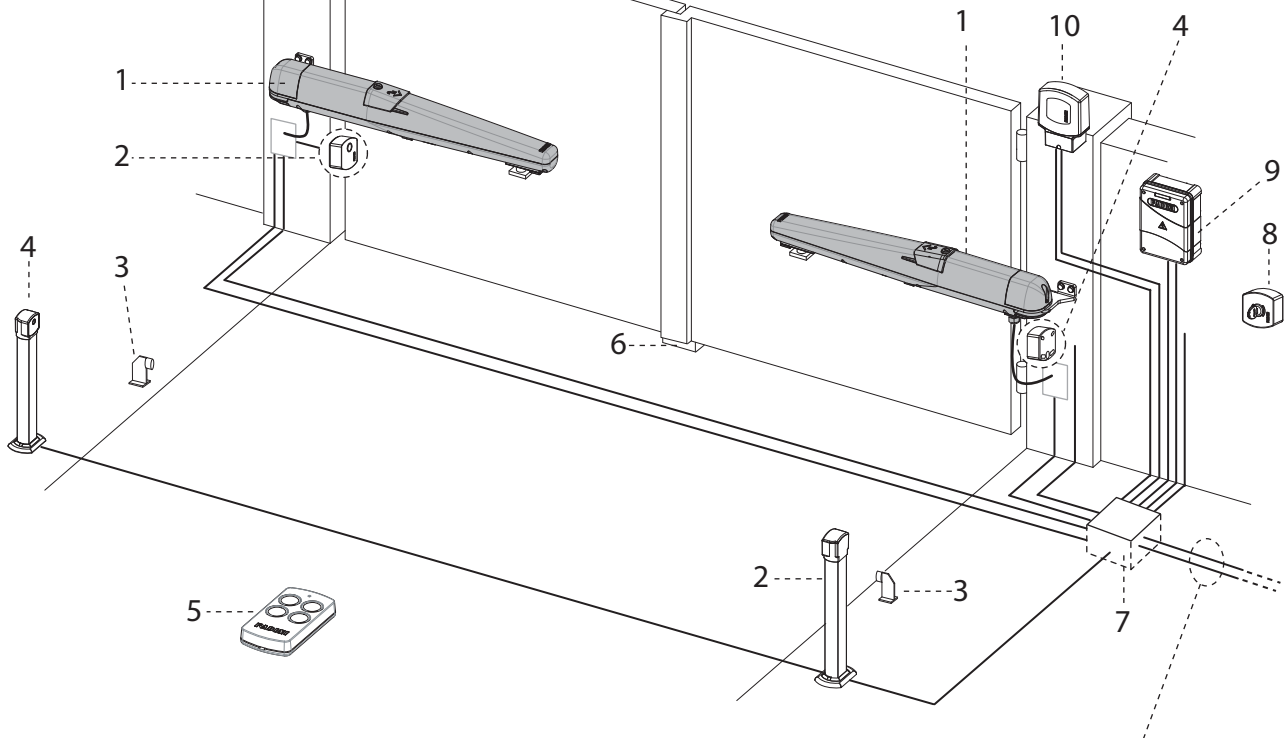

Abb. 3
**HINWEIS:** Die Dardo Antriebe sind alle gleich, dh. geeignet sowohl für die rechten als auch für die linke Installation: Gemäß ihren jeweiligen Verbindungen an die Elpro 43 Steuerung werden sie als Dardo M1 (erstes Tor zum Öffnen und Fußgängerbetrieb) und Dardo M2 (Tor verzögert beim Öffnen) identifiziert (Abb. 3).